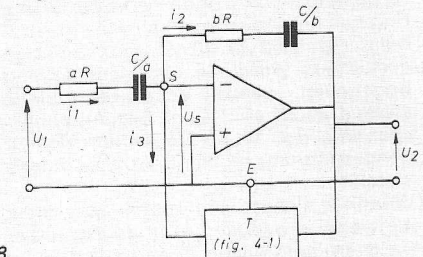

Fig. 4.8.
de aardzijde van het filter aangesloten om belasting van het filter te vermijden. Met P1 kan het passieve T netwerk zo worden afgeregeld dat precies aan (4.2.5) wordt voldaan. Theoretisch verwachten we een $Q = 10$ en $H_0 = 1$. Ten gevolge van de beperkte h_{ie} van TS1 (240) ontstaat een demping van 4dB en bedraagt de Q 7,6. Door P1 iets kleiner te maken, kan een demping van 0 dB worden bereikt. De Q loopt dan op tot 13. Een en ander is wel van invloed op f_0 ; deze verschuift van 129 naar 133 Hz. In fig. 4.8 is een banddoorlaat filter weergegeven dat is opgebouwd rondom een